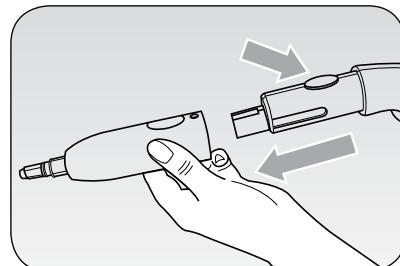

Fig. 2
An der Pistole (C) das gewünschte Zubehörteil anbringen (siehe Abschnitt "ZUBEHÖR"), indem es bis zum Einrasten geschoben und gleichzeitig die Entriegelungsvorrichtung an der Oberseite der Pistole gedrückt wird (Abb. 2).
Dieses Zubehörteil ist am Adapter (12) anzubringen und dient zum Entfernen von zähem Schmutz, wie beispielsweise Kochplatten oder Fugen zwischen den Fliesen. Es kann auch zur völligen Beseitigung von Kalkspuren an Sanitär, Waschbecken, Grill, Dusche oder Badewanne verwendet werden (Abb. 2).